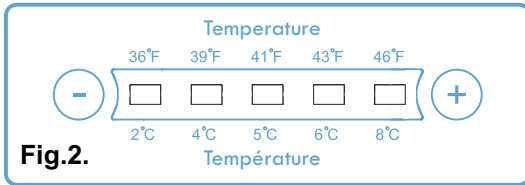

Fig.2.
- Hay un panel digital indicador de la temperatura en el compartimiento del refrigerador (ver Fig. 2). Los dígitos de arriba están en grados Celsius y los de abajo están en grados Fahrenheit.